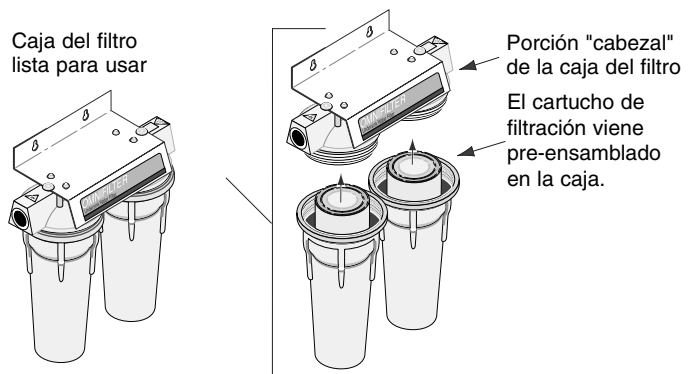

Figura 6
10. El cartucho del filtro viene armado en la caja del filtro. Consulte la Figura 6 con los componentes del cartucho del filtro.